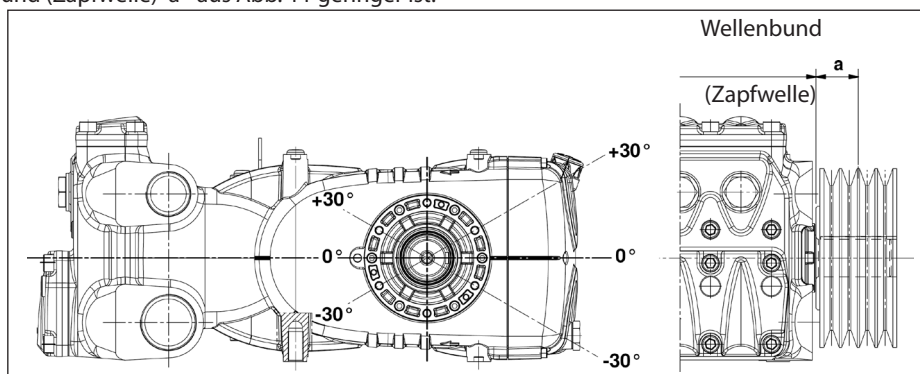

Abb. 11
Der Antrieb gilt als richtig bemessen, wenn die Belastung bei einem maximalen Abstand $a = 40$ mm vom Wellenbund (Zapfwelle) angewandt wird, siehe Abb. 11.
- b) Verwenden Sie Hochleistungsriemen - zum Beispiel **XPB** statt **SPB** - da hierbei weniger Riemen bei gleicher Leistungsübertragung benötigt werden und der Abstand zum Wellenbund (Zapfwelle) "a" aus Abb. 11 geringer ist.
- e) Folgen Sie der Spannungsrichtung des Riemen lt. Angaben in Abb. 11. Wenden Sie sich bei anderen Anforderungen an die **technische Abteilung** oder den **Kundendienst**.